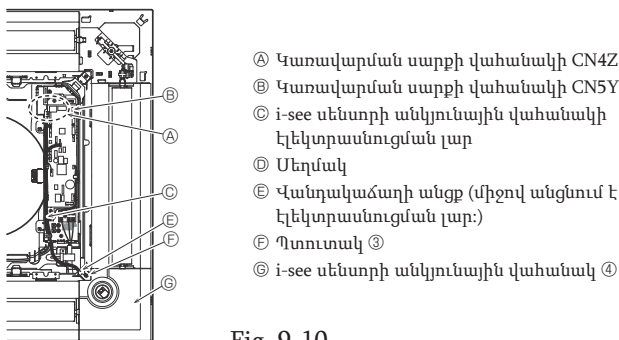
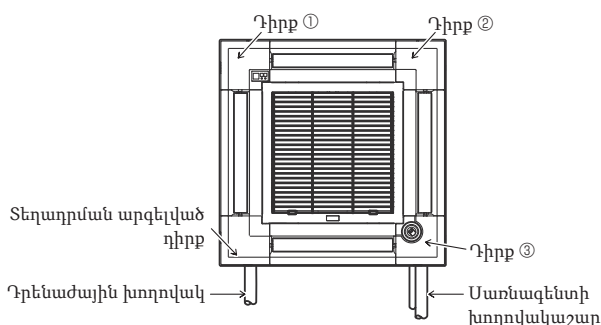

Fig. 9-10
Fig. 9-11
- Ազդանշանի ընդունիչի անկյունային վահանակը չի կարող տեղադրվել հիմնական բլոկի դրենաժային խողովակի կողմում: (Տե՛ս Fig. 9-11)
9.4.6. i-see սենսորի անկյունային վահանակի տեղադրումը (Fig. 9-10)
- Հիմնական բլոկի էլեկտրական տուփից անցկացրեք i-see սենսորի անկյունային վահանակի ④ լարերի միակցիչը (սպիտակ, 4 բևեռ և սպիտակ, 5 բևեռ) և միացրեք կառավարման սարքի վահանակի CN4Z և CN5Y միակցիչին:
- i-see սենսորի անկյունային վահանակը պետք է ամրացվի վանդակաճաղին ①՝ ③ պտտատակի միջոցով:
- Եթե i-see սենսորի դիրքը փոխվել է կանխադրված դիրքից (դիրք ③) այլ դիրքի, փոխեք գործառնության կարգավորումները: (Տե՛ս էջ 12 և Fig. 9-11)
- i-see սենսորի անկյունային վահանակը չի կարող տեղադրվել հիմնական բլոկի դրենաժային խողովակի կողմում: (Տե՛ս Fig. 9-11)